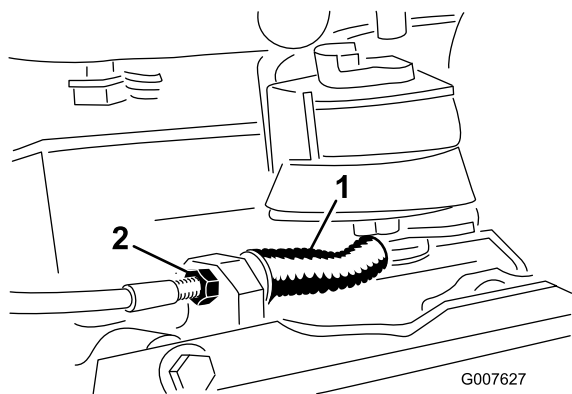

Рисунок 34
- Для уменьшения натяжения тросика отпустите переднюю зажимную гайку тросика и затягивайте заднюю гайку (Рисунок 34). Повторите этапы 1 и 2 и при необходимости повторите регулировку.
- Для увеличения натяжения тросика затягивайте переднюю зажимную гайку тросика и отпустите заднюю гайку (Рисунок 34). Повторите этапы 1 и 2 и при необходимости повторите регулировку.